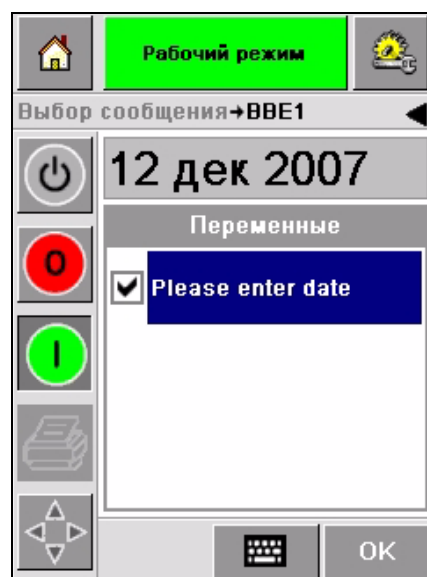

Рисунок 5-9: Отредактированное поле
- 4 CLARiTY® автоматически вернется к списку переменных полей, где поле введенной даты будет отмечено галочкой (Рисунок 5-9 на странице 5-8).